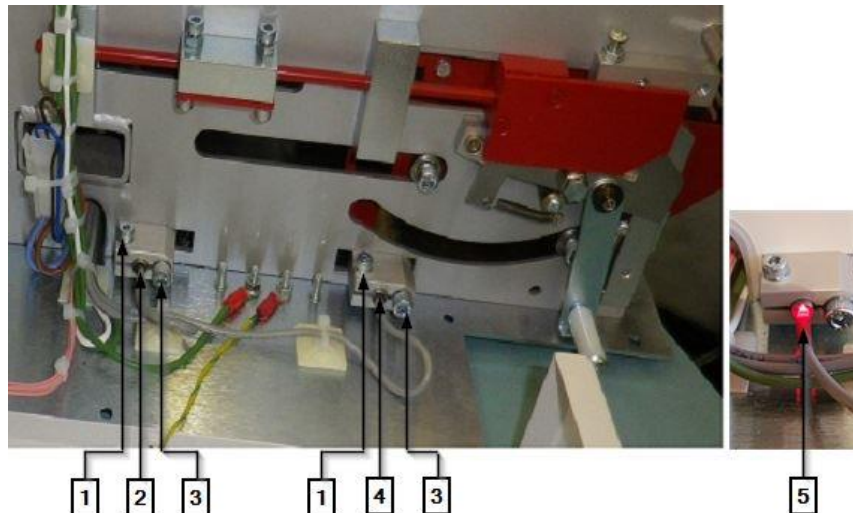

Abb. 69 : A közelségi kapcsoló tartója
- ➔ Lazítsa meg a szorítócsavart (3) (Abb. 69, oldalszám 105) és a tartó tömböt, majd húzza ki a közelségi kapcsolót.
- ➔ Bontsa a **J14** (1) és **J16** (2) dugaszos csatlakozásokat a PCB vezérlésnél.
- ➔ Állítsa helyre a **J14** (1) és **J16** (2) dugaszos csatlakozásokat.